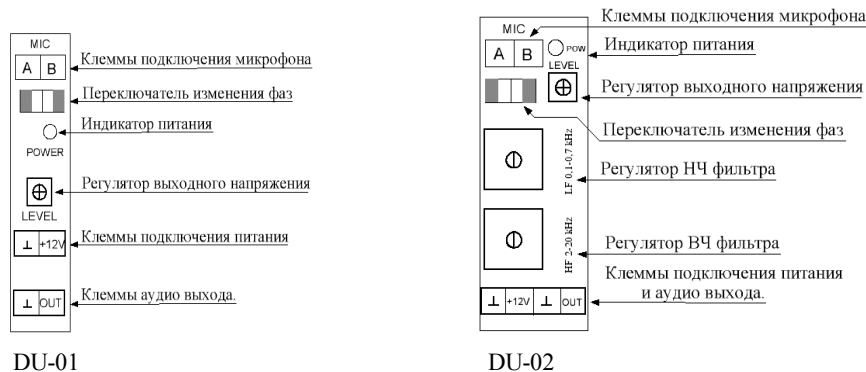

Рис.1 Приемник. План расположения элементов
- При установке приемника DU-02, регуляторами НЧ и ВЧ (см.рис.1) добейтесь максимально комфортного прослушивания речи.